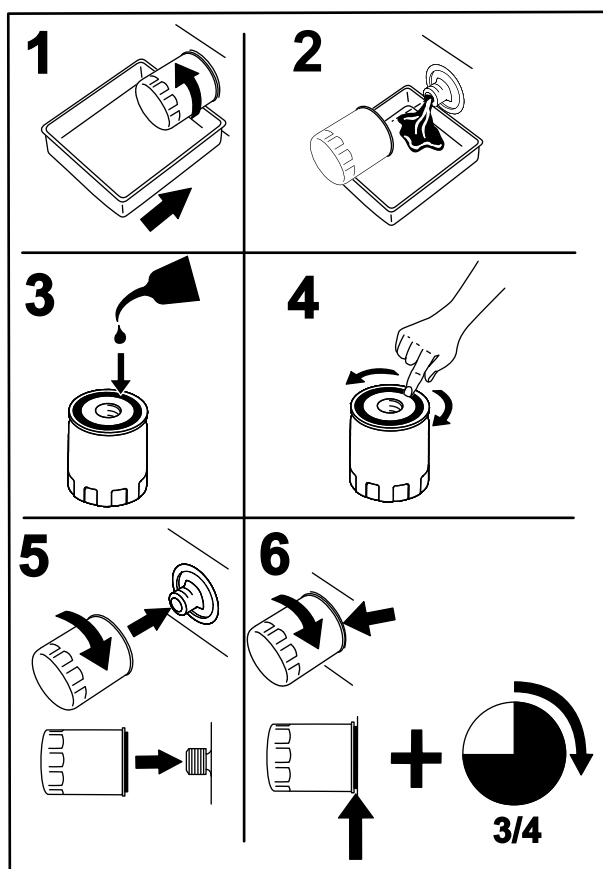

Figura 72
9. Collocate una bacinella di spurgo sotto il filtro del collettore (**Figura 72**).